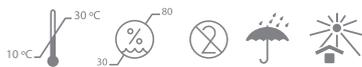

Figure 1
La formulación del indicador de lavado permite la detección de fallas que afecten la eficacia del proceso de limpieza tanto interna como externa de endoscopios en lavadoras reprocesadoras automáticas. El test soil debe lavarse por completo tanto en la parte interna (A) como externa (B) del dispositivo (Fig. 1). La utilización de ambos indicadores es lo recomendado, aunque opcionalmente se puede verificar sólo la limpieza interna. La tinta del indicador no es tóxica.
The cleaning indicator's formulation allows the detection of failures that may affect the cleaning performance of endoscopes (both internally and externally) in Automated Endoscope Reprocessors. The test soil must be completely washed in the internal (A) as well as in the external (B) side of the device (Fig. 1). It is recommended to use both indicators, although optionally, you can verify only the internal cleaning. The indicator's ink is not toxic.